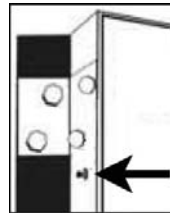

Fig. 1
1. With door open, press red reset button inside door (Fig. 1).